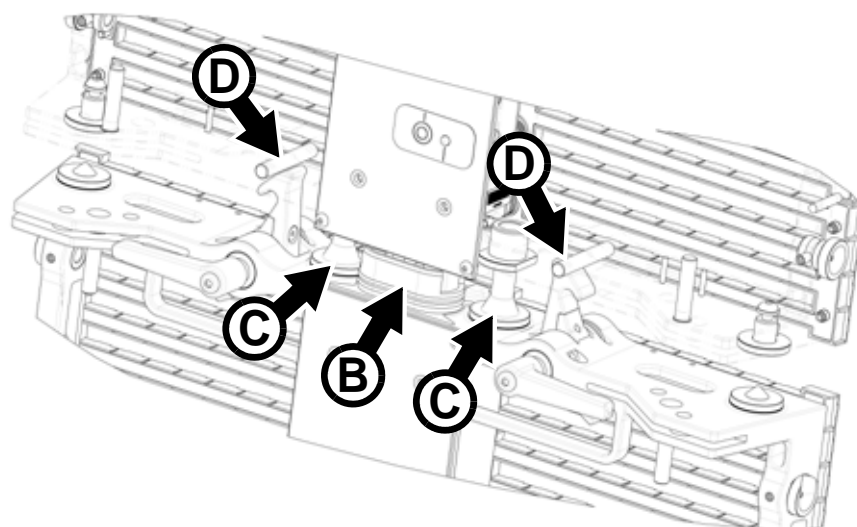

Figure 10: Crochets en contact contre leurs fixations (vue écorchée)
3. Voir Figure 10. Soulevez le panneau à installer contre le Bloc de Tête ou le panneau sous lequel vous allez l'accrocher de façon à ce que le connecteur **B** et les guides **C** s'engagent et que les crochets de verrouillage affleurent leurs fixations dans le Bloc ou le panneau au dessus.
L'alimentation et la recopie d'alimentation des panneaux Série EC est intégrée et se connecte automatiquement lorsque les panneaux sont montés en colonne (voir Figure 10 en page 15).